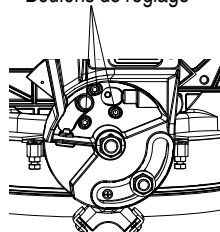

Fig. 20-c
9. Réglage de l'indicateur 90° (pour échelle de biseau) (Fig. 20-b)